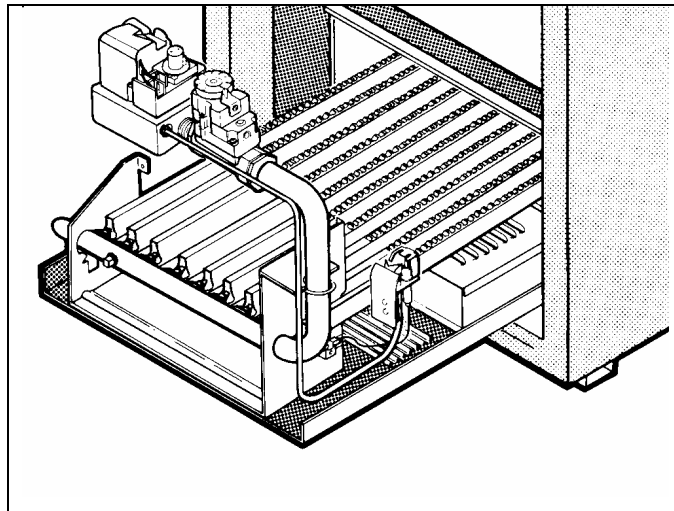

Рис.49. Выдвигание блока горелок.
5. Снимите 2 винта, крепящих противоповоротный кронштейн к внутренней панели, и три винта, крепящих к кронштейну газового коллектора. Выдвиньте блок горелок из котла (см. рис.49).